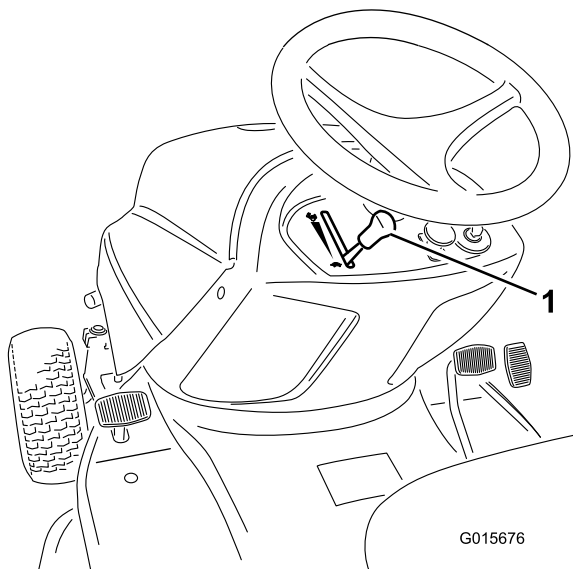

Figura 11
- Per avviare il motore a freddo spostate completamente in alto la leva di comando dell'acceleratore, in posizione Starter (Figura 11).
- Portate la leva di comando dell'acceleratore in posizione Slow (tartaruga) (Figura 11).